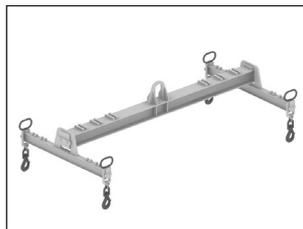

Abbildung 5:
- Kran-Traverse (Spezifikationen siehe Lieferanten von Kran-Traversen). Siehe Abbildung 5.